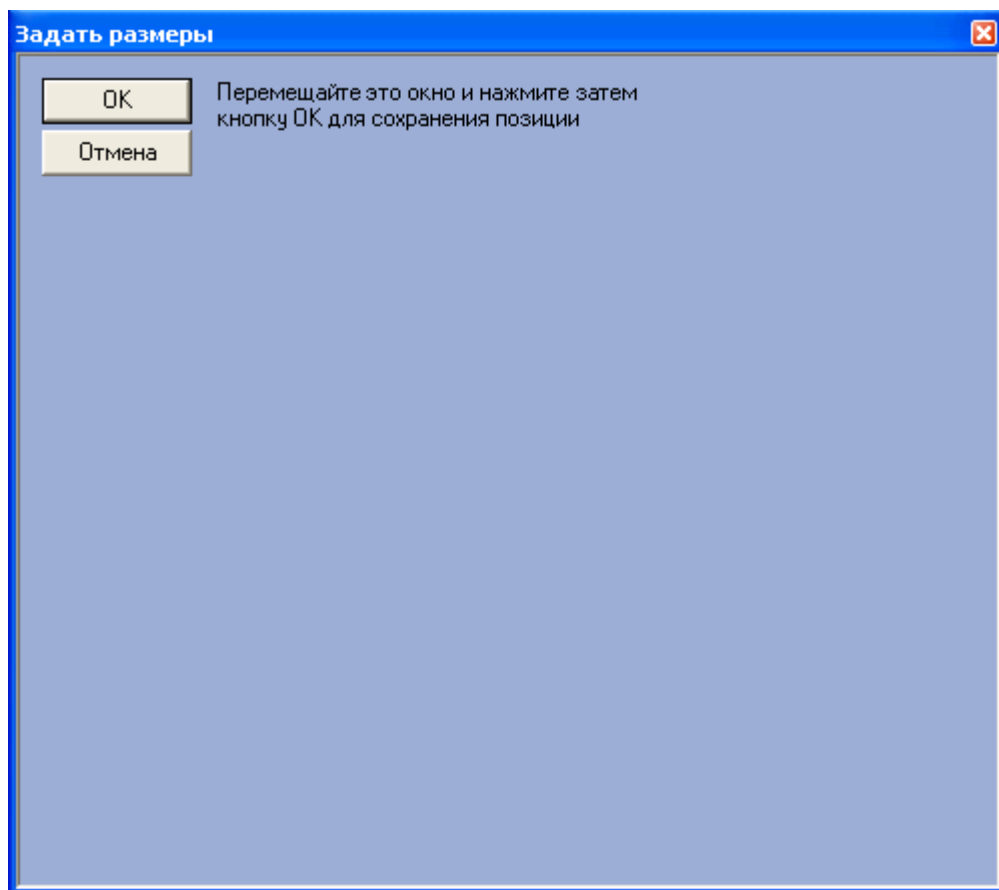

Рис. 7.9—3. Визуальный метод задания координат
Для этого следует нажать кнопку «X» (см. Рис. 7.9—2, 4) и, используя мышь, задать требуемый размер и положение тестового окна, после чего нажать «OK» (Рис. 7.9—3). Координаты тестового окна будут автоматически рассчитаны и скопированы в поля «X», «Y», «W» и «H».
5. В том случае, если требуется разрешить перемещение компонента «Оперативный монитор», установить флажок «Разрешить перемещение» (см. Рис. 7.9—2, 5).
6. Для сохранения внесенных изменений нажать кнопку «Применить» (см. Рис. 7.9—2, 6).